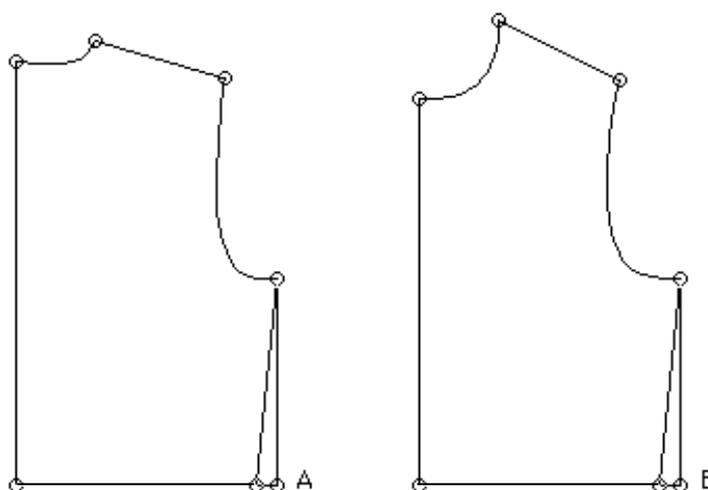

Figura 2-12.
2. Usando el Snap Horizontal y la caja de entrada para distancia horizontal "H", mueva los puntos A y B 2 cm. hacia la izquierda. Vea la Figura 2-12.